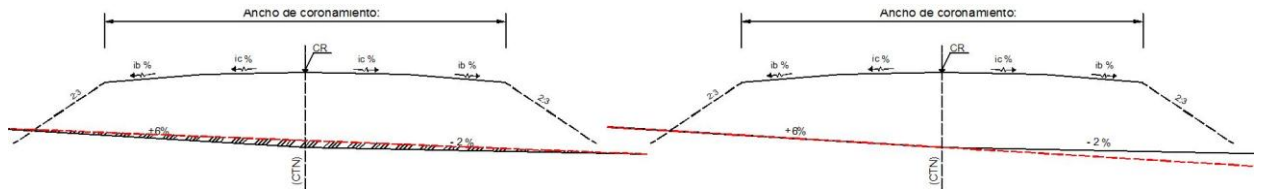

Figura 2
- que no se requiera rellenos para fundar la alcantarilla (Figura 2 izquierda).
- es deseable que la salida de la alcantarilla no quede enterrada (Figura 2 derecha).